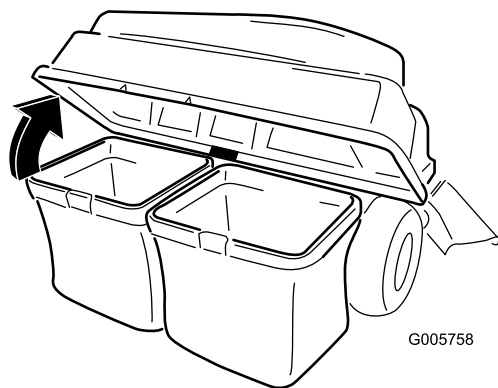

Figura 28
- Alzate il coperchio del sistema di raccolta per aprirlo (Figura 28).